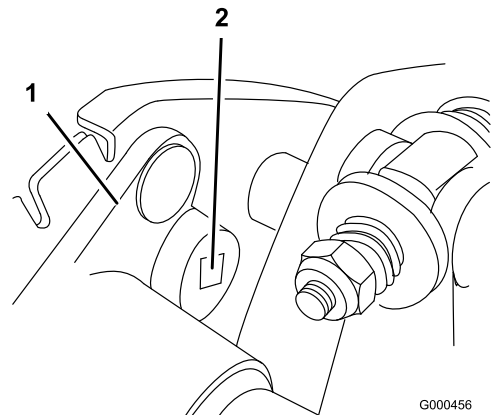

Bild 33
- B. Drehen Sie das Lagergehäuse mit einem 3/8 Zoll Drehmomentschlüssel mit 3,9 bis 4,5 Nm an, um die Riemen-Spannung einzustellen (Bild 33).